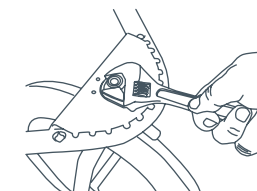

Fig. 22
- 22) • Retirez le repose-pieds afin d'accéder à l'écrou. Vous pouvez utiliser une clé à molette standard pour resserrer l'écrou (Fig. 22).